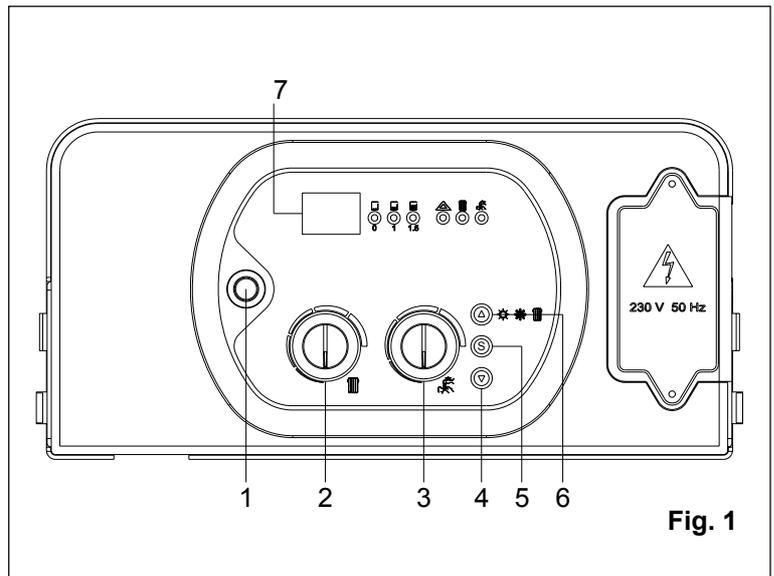

Fig. 1
- posizionare l'interruttore di accensione (1) su **OFF** (fig. 1);
- tenere premuti contemporaneamente i tasti (4) e (6), attivare l'interruttore di accensione (1) e attendere che il display (7) visualizzi "PL" – "0";
- rilasciare i tasti (4) e (6);
- tenendo premuto il tasto (5), con il tasto (6) selezionare il parametro **8**;
- rilasciare il tasto (5); poi ripremerlo e rilasciarlo: il display (7) visualizzerà il valore parametro da modificare;
- agire sui tasti (4) e (6) per modificare il valore parametro: